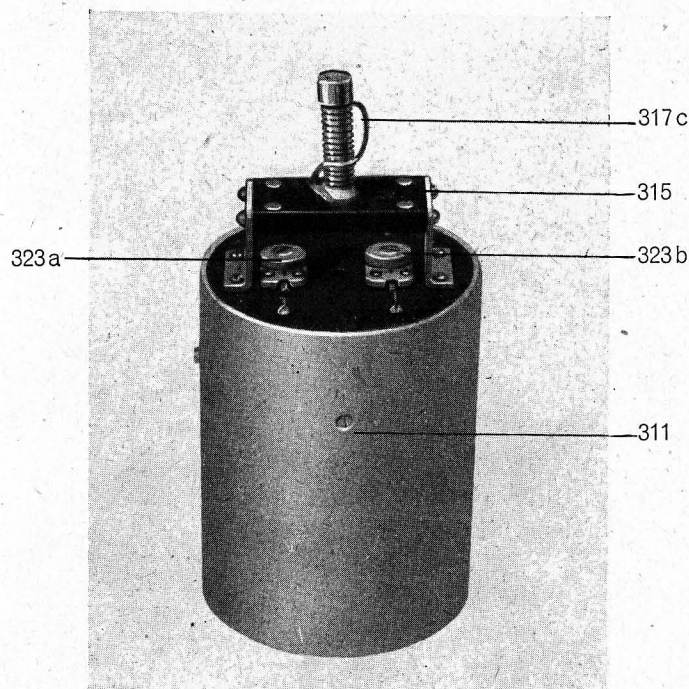

Abb. 8: Sender S 302
2. Sender S 302 (Abb. 8).
Die äußere Gestalt des Fallkörpers ist etwas schlanker als eine 250 kg-Bombe, außerdem ragt aus dem Schwanzende noch ein Antennenstummel von 0,5 m Länge heraus. Das Gewicht des vollständigen FuG 302 beträgt 102 kg. Der Fallkörper besitzt vier Öffnungen. In die Öffnung des Heckteiles läßt sich der Sender S 302, Abb. 8 und Anlage 5, Pos. Nr. 300, einschieben. Die Öffnung des Heckteiles wird mit einer Antennenverschlußschraube Pos. Nr. 066, die gleichzeitig als Antennenhalterung dient, wasserdicht verschlossen. Die Öffnung des Fallkörpers auf der Spitzenseite dient zum Heraus- und Hineinschieben des Sammlersatzes und Gleichstromwandlers mit Zeitschaltwerk und wird mit einem großen Verschlußdeckel Pos. Nr. 023 mittels Schwenkschrauben und Flügelmuttern wasserdicht verschlossen. Die dritte Öffnung, die sich 300 mm hinter der Aufhängewarze befindet, dient zum Einsetzen des Langzeitzünders.
- a) **Aufbau:** Der Sender Pos. Nr. 300 ist in ein Leichtmetallrohr Pos. Nr. 311 (siehe Abb. 8) eingebaut. Am Bodenteil des Rohres ist ein Liststecker Pos. Nr. 331 (siehe Anlage 2) befestigt, der beim Einschieben des Senders in den Fallkörper Kontakt mit der Fallkörperverkabelung (siehe Anlage 2) Pos. Nr. 254 erhält. Am Kopfteil des Senders (siehe Abb. 8) befinden sich auf einer Isolierplatte der Trimmerkondensator Pos. Nr. 323 a zur Abstimmung des Anodenkreises und der Trimmerkondensator Pos. Nr. 323 b zur Abstimmung des Antennenkreises. Außerdem ist ein Antennenanschlußbänkchen zu sehen (Pos. Nr. 315), auf dem sich eine Spirale Pos. Nr. 317 c befindet, die den Sender mit der Antenne A 302 Pos. Nr. 100 elektrisch zu verbinden hat (Anlage 2 und 5).